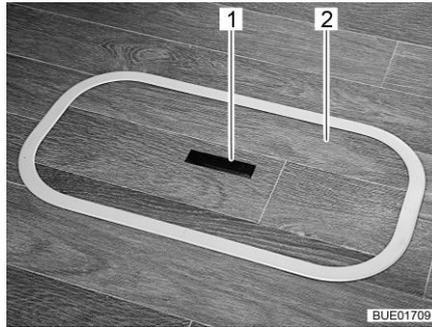
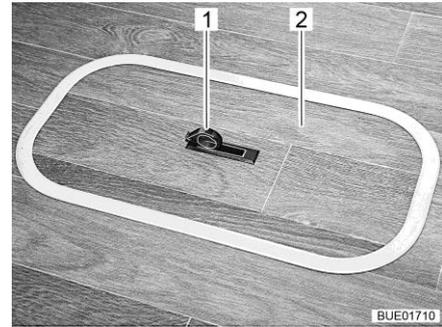

Fig. 76 Cubierta del compartimiento del fondo (tirador hundido)
Fig. 77 Cubierta del compartimiento del fondo (tirador girado hacia fuera)
- Presionar hacia abajo un lado de la placa de agarre (Fig. 76,1). El tirador (Fig. 77,1) girará hacia arriba.
- Quitar la cubierta (Fig. 76,2 ó bien Fig. 77,2) hacia arriba.